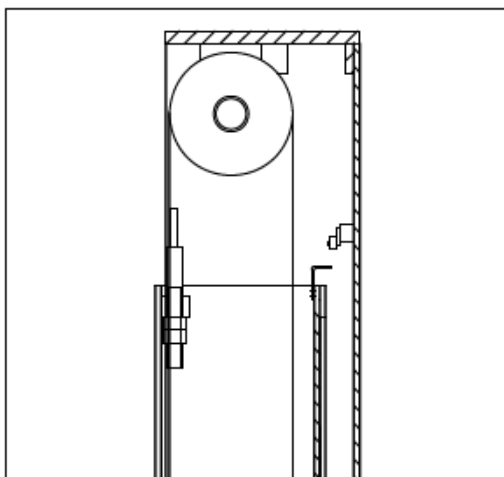

рис. 14
- ◆ При підйомі на максимальну висоту спрацьовує датчик-обмежувач підйому (рис.14)
◆ Якщо каретка піднімається на висоту, відповідну допустимому значенню, на верхній частині стійки управління розміщений датчик-обмежувач і він спрацьовує як «Привід» (рис. 14) каретки стійки управління. Якщо перший датчик несправний, другий датчик включається через 3 секунди після переміщення каретки.